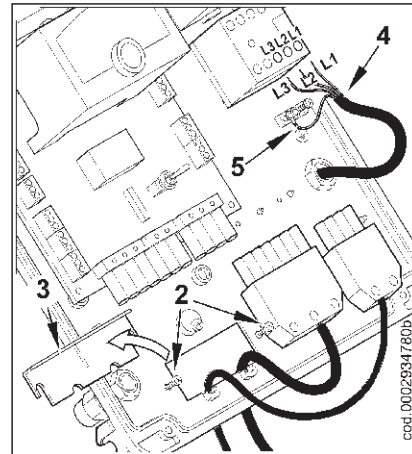

Figura 2
- 2) Aflojar los tornillos (2) y, después de haber quitado la plaquita aprieta cables (3), pasar a través del agujero las dos clavijas de 7 y de 4 polos (véase figura 2). Conectar los cables de alimentación (4) al telerruptor, fijar el cable de tierra (5) y apretar el prensacable correspondiente.